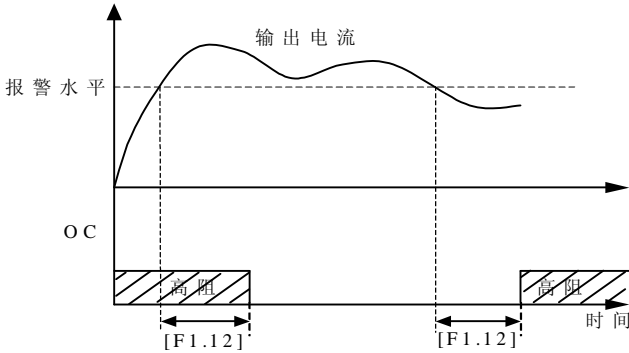

图 8-8 过载报警
- (1) 过载报警水平由参数 F1.11 设定。
- (2) 报警延时时间由参数 F1.12 设定。
- 6: 输出频率到达下限。当变频器的输出频率到达下限频率时，该端口输出有效信号（低电平），否则输出无效信号（高阻）。 图 8-8 过载报警
如果输出电流连续超过参数 F1.11 设定的电平, 经过 F1.12 设定的延迟时间后, 开路集电极输出有效信号 (OC1 或 OC2 端子, 参阅图 8-8 及参数 F1.6、F1.7 的相关说明)。